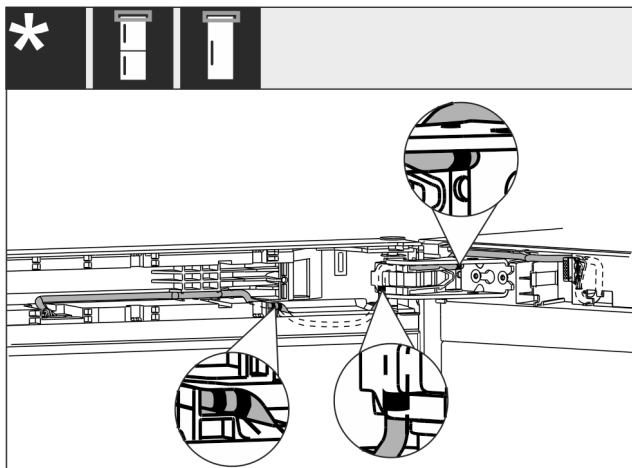

Fig. 37
- Pozarea cablului reprezentată ca în figură Fig. 37 [].